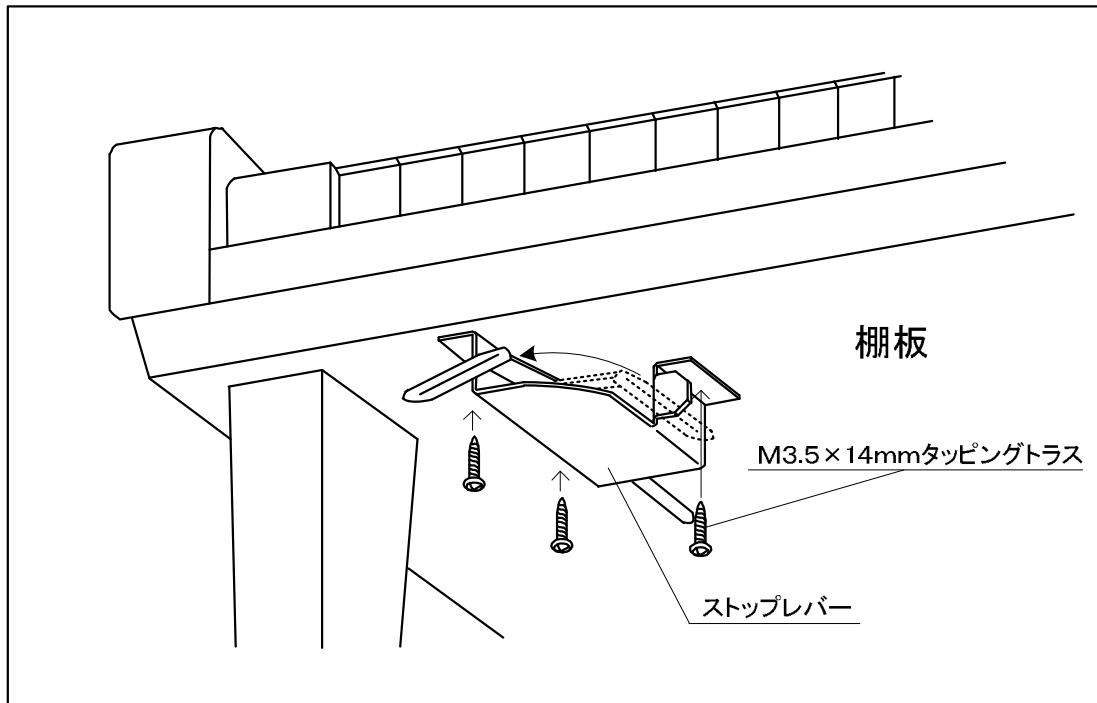

図3.5-2 ストップレバー取り付け位置
(1) ワイヤーを下前側より棚板の奥へ通して、低音部ブラケットの左横に廻す。
(2) 図3.5-2の様棚板の左側下前方にストップレバーを取り付ける。